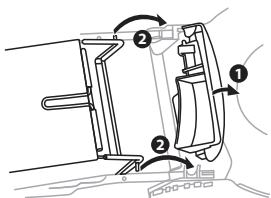

Fig. 10
1. Levante la cubierta de descarga trasera (1, Fig. 10).
2. Adjunte el recolector de césped al insertar sus ganchos del marco en las ranuras en la parte de atrás de la cortadora de césped (2, Fig.10)